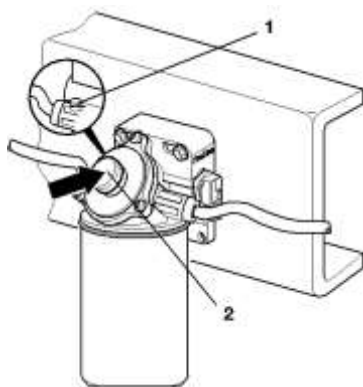

Рисунок 42. Удаление воздуха:
6. Отвернуть резьбовую пробку вентиляционного отверстия 1 (рисунок 42).